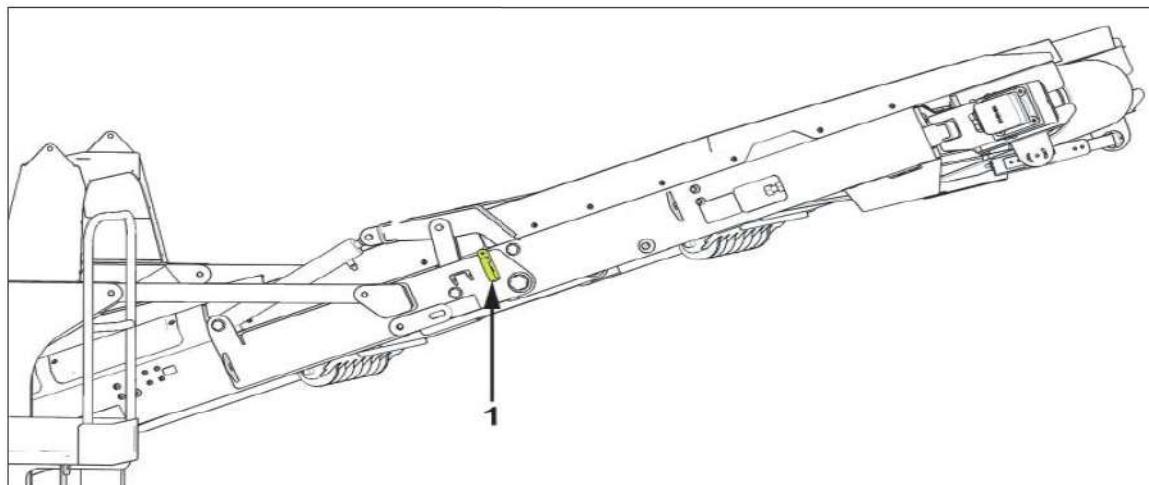

Figure 5.8 - Pennen van de eindband in de bedrijfspositie
(4) MS12Z Verwijder pennen (1) op afb. 5.8 aan weerszijden van de eindband.